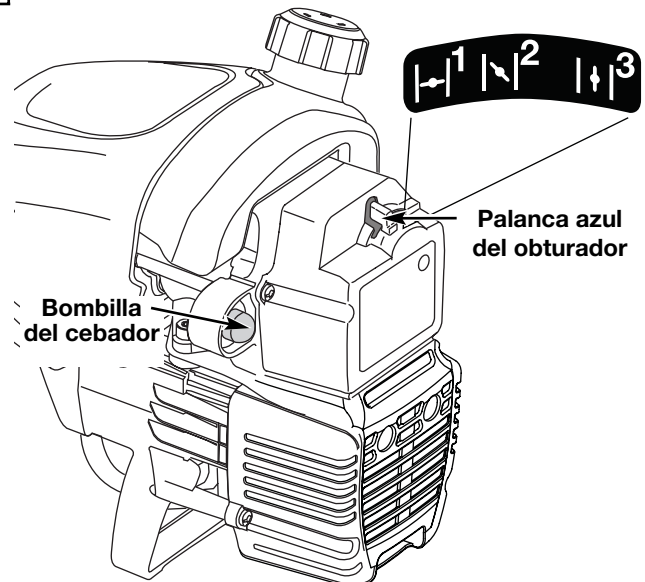

Fig. 7
8. Una vez que se haya calentado el motor, coloque la palanca azul del obturador en la Posición 3 (Fig. 7). La unidad está lista para ser usada.
**SI...** el motor titubea, regrese la palanca del obturador a la Posición 2 (Fig. 7) y siga calentándolo.